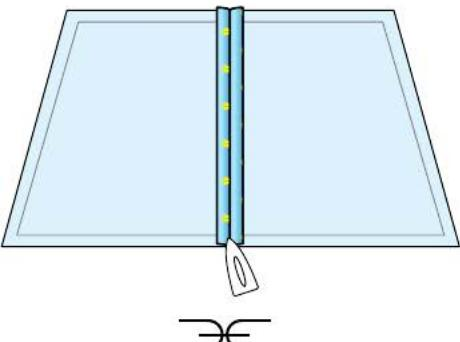

Рис. 6.47. Соединение деталей обтачки
2. **Стачайте** детали обтачки шириной шва (расстояние от срезов до строчки) 10 мм, точно по контурной линии, независимо от величины припуска на шов. Удалите **СВН**, шов стачивания **разутюжьте** (рис. 6.47).